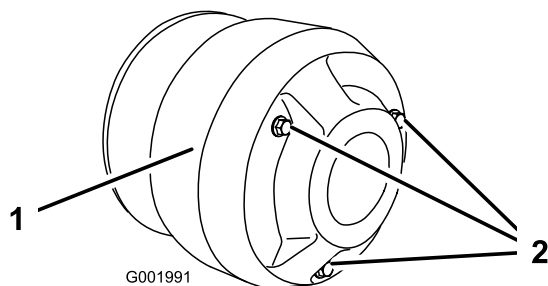

Figura 56
4. Togliete i tre bulloni che fissano il carter della frizione e togliete il carter (Figura 56).